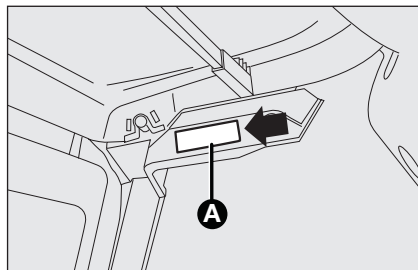

fig. 28
- à l'aide du tournevis fourni, extraire le plafonnier **A-fig. 28** en agissant sur le point indiqué.